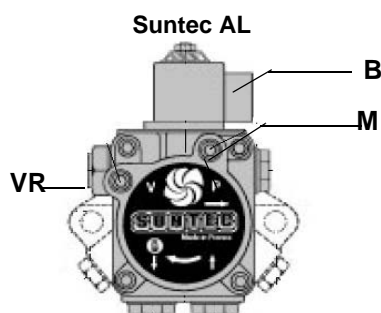

Fig. 17
- 2 togliere il connettore della bobina **B** sulla pompa (Fig. 17) per evitare l'ingresso indesiderato di gasolio in camera di combustione;
- 5 sfiatare l'aria dall'attacco manometro **M** della pompa, allentando leggermente il tappo, senza toglierlo (Fig. 17);
- 8 ricollegare la bobina **B** sulla pompa (Fig. 17)